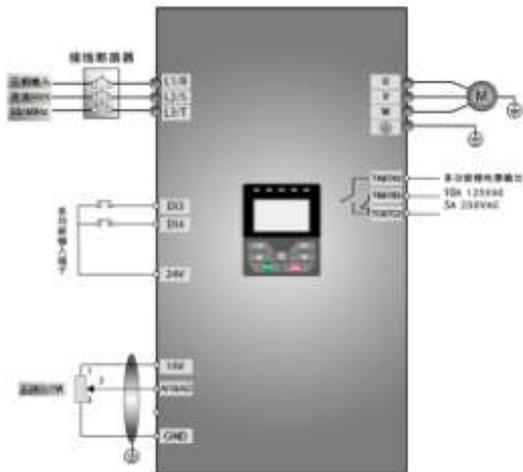

图 5-3 接线图 3
- (1) 按图 5-3 配线，检查接线正确后，合上空气开关，变频器上电。